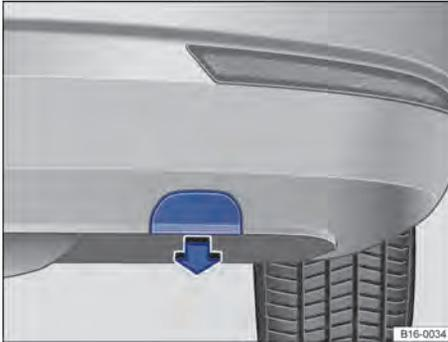

Fig. 261 No para-choque traseiro à direita: remover cobertura.
- Retirar cuidadosamente a cobertura no sentido da seta \Rightarrow Fig. 261. Para isso poderá ser necessário aplicar uma força um pouco maior.
- Empurrar a cobertura no sentido contrário ao da seta até o batente no para-choque \Rightarrow Fig. 261.